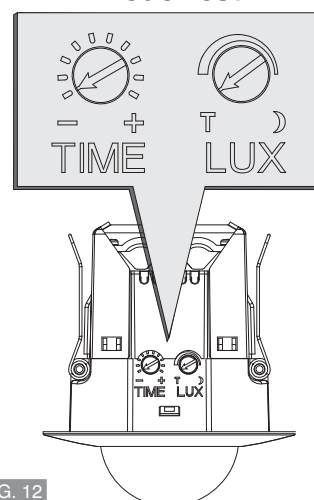

FIG. 12
- Girar despacio y en sentido antihorario el mando temporizador **TIME** y el de nivel de luminosidad **LUX** hasta el tope (posición de TEST - fig. 12).